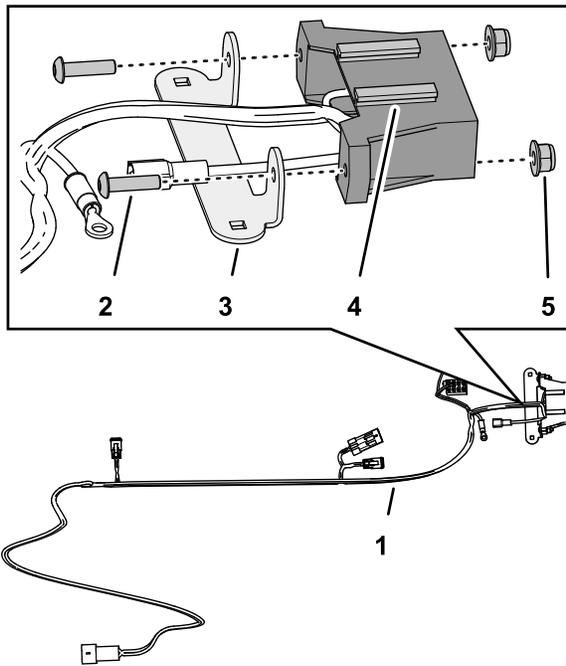

Figura 5
1. Allineate i fori nel supporto del portafusibili ai fori nel portafusibili del cablaggio preassemblato come illustrato in Figura 5.
- Montate il supporto del portafusibili al portafusibili (Figura 5) con le 2 viti a brugola (n. 10 x 3/4") e i 2 dadi di bloccaggio flangiati (n. 10).